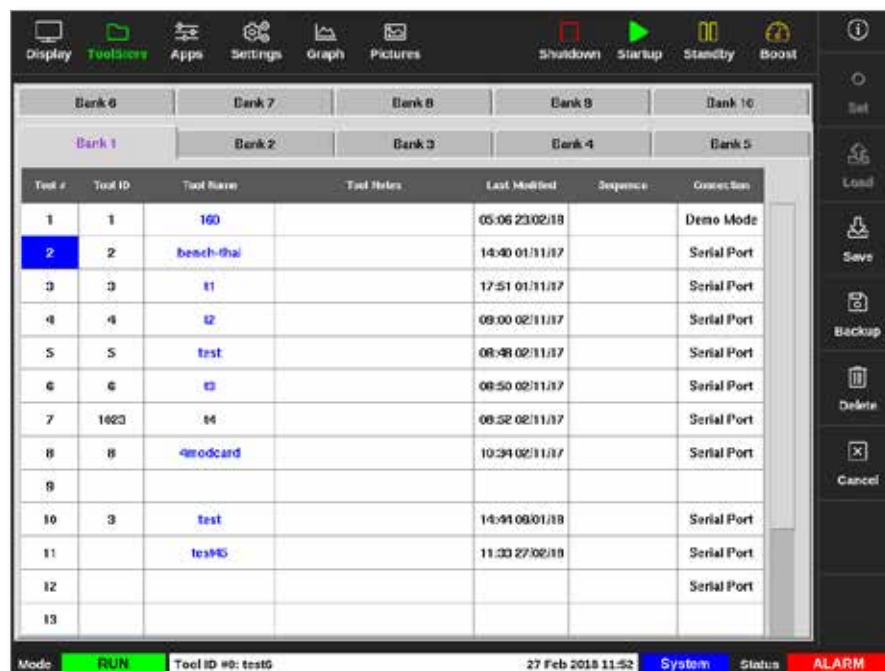

Figure 6-15 Zu sicherndes Werkzeug auswählen
2. Wählen Sie das Werkzeug aus, das gesichert werden soll. Siehe Figure 6-15.